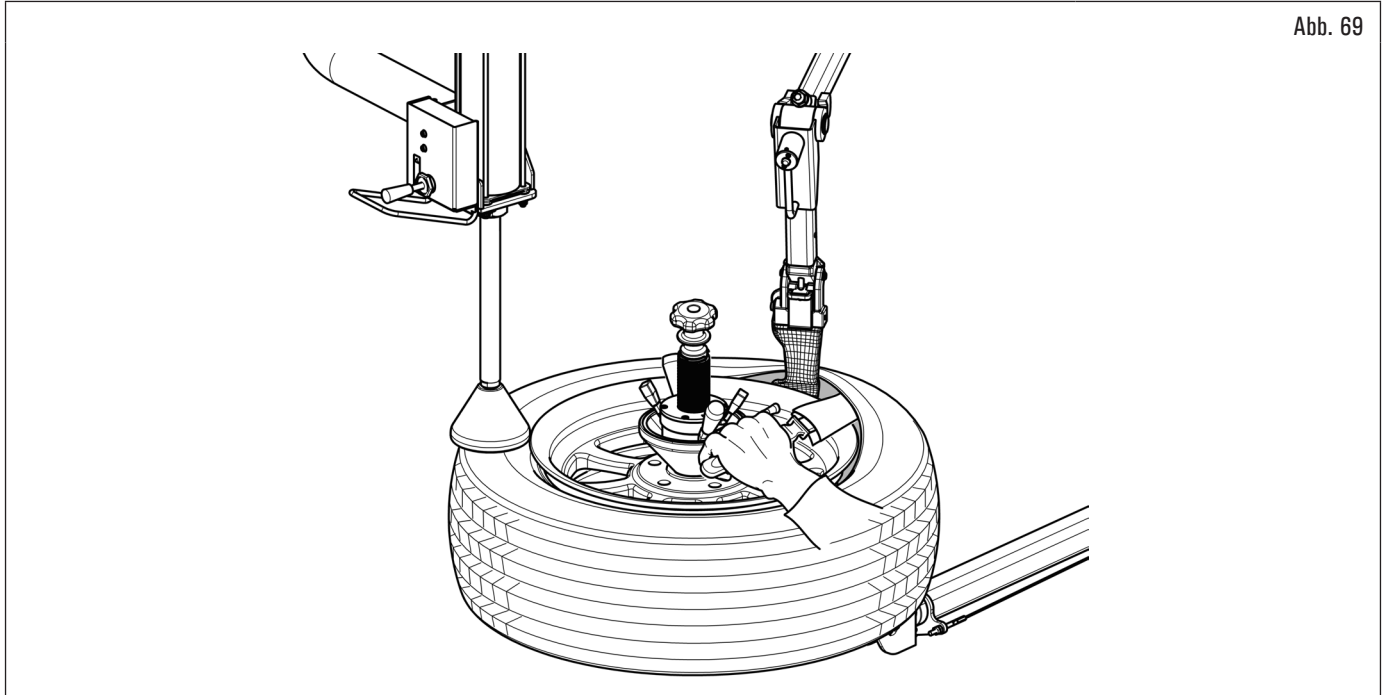

Abb. 69
6. setzen Sie das Wulstschutzwerkzeug (Option) zusammen mit den Folien (Option) zwischen Reifenwulst und Felge ein und verriegeln Sie das Schutzwerkzeug mit der Hand. Drücken Sie das Drehpedal und entfernen Sie den ersten Reifenwulst (siehe Abb. 69);